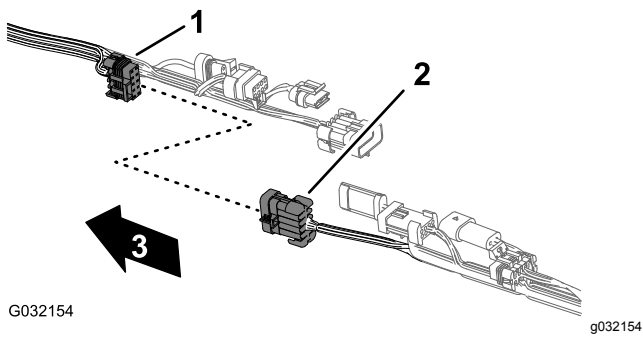
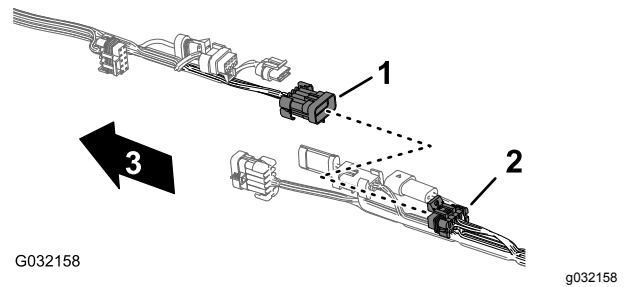

Figure 47
Figure 51
2. Débranchez les 5 paires de connecteurs entre les faisceaux avant et arrière, comme montré de la Figure 47 à la Figure 51.